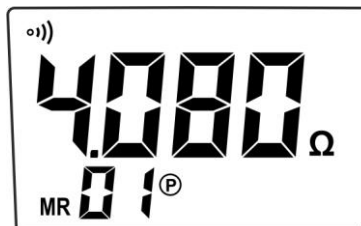

Fig. 29: Richiamo dei dati a display
2. Premere a lungo (>2s) il tasto **MEM** per accedere all'area di memoria. Lo strumento visualizza l'ultimo dato salvato in memoria e il simbolo "MR" (vedere Fig.29)